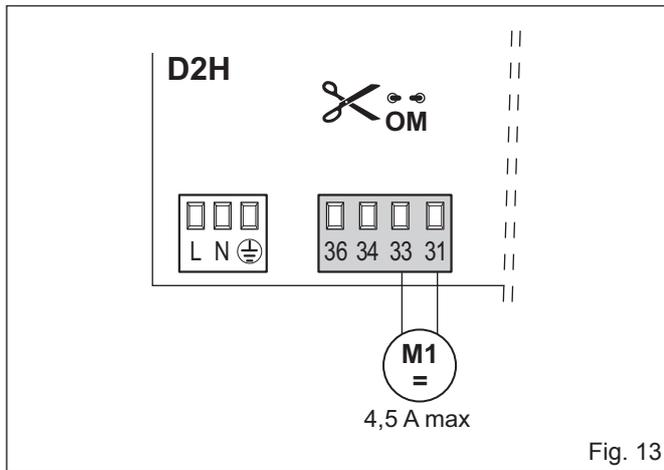
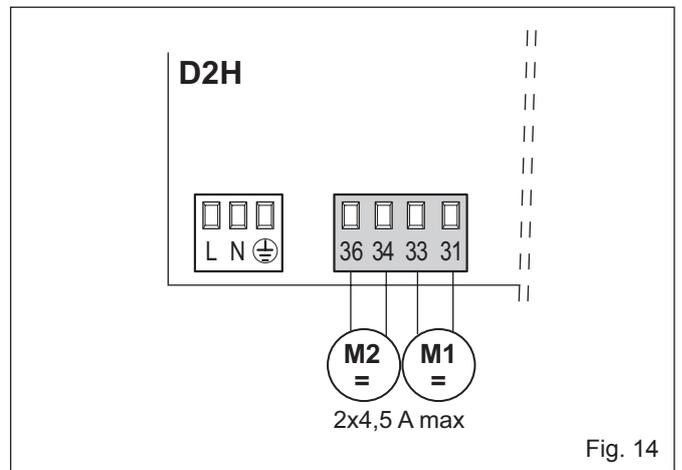

Fig. 13
Fig. 14
- I collegamenti elettrici e l'avviamento del motoriduttore Arc BH sono indicati in fig. 13, 15 (1 anta) o in fig. 14, 16 (2 ante) e nei manuali di installazione del quadro elet-